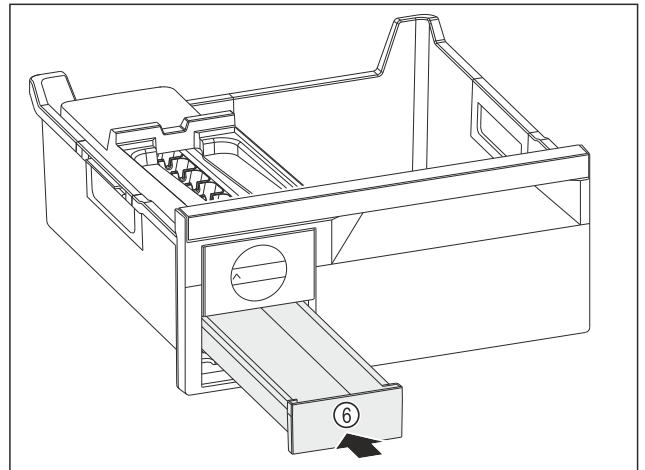

Fig. 197
- ▶ Eiwürfelschubfach Fig. 197 (6) einschieben.